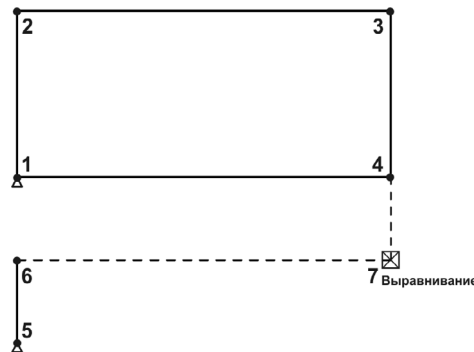

Рис. 59.35.
1. Постройте из точки 5 отрезок 5–6 длиной 10 мм под углом  $90^\circ$ . Затем постройте отрезок 6–7. Его конечную точку 7 укажите с использованием локальной привязки **Выравнивание** (рис. 59.35).